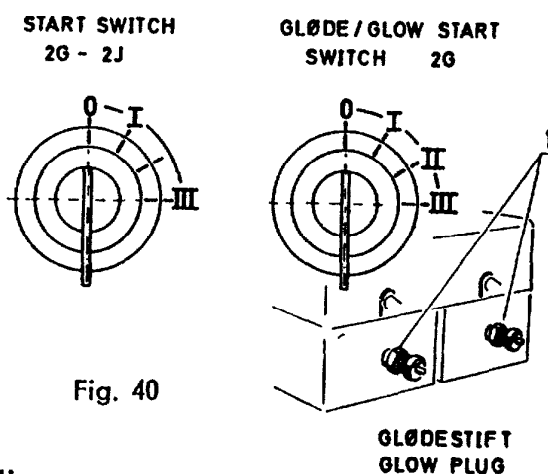

Fig. 40
- 0 NØKKEL: Settes i (eller trekkes ut) (fig. 40).
- III START: Switchnøkkelen trykkes inn samtidig som den vries til høyre. Når motoren er startet, slippes nøkkelen, som går tilbake til pos. 1.